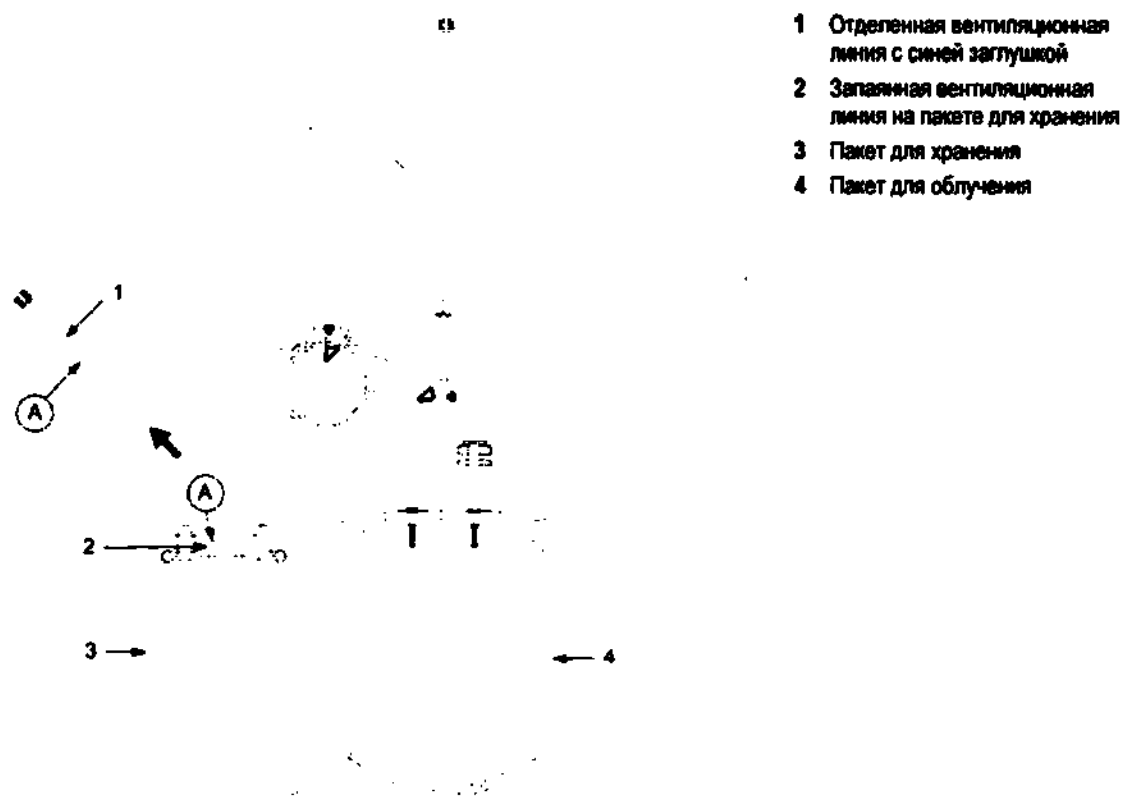

Рис. 2: Отделение вентиляционной линии
3. Запаяйте и отсоедините вентиляционную линию на пакете для хранения (линия А) с помощью устройства для запаивания трубок. Запаивание следует выполнить как можно ближе к пакету для хранения, как показано на Рис. 2.